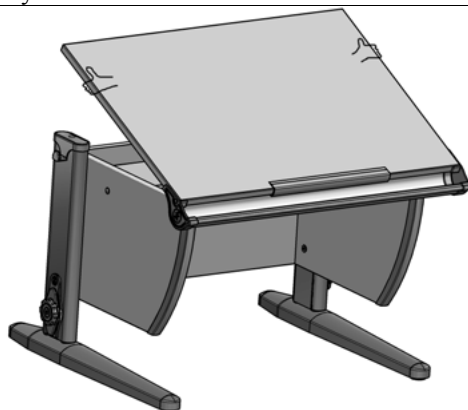

Рис. 34
- 6.5.1. Приподнять столешницу, держась за дальний левый или правый угол столешницы на нужный угол наклона, см. рис. 34.